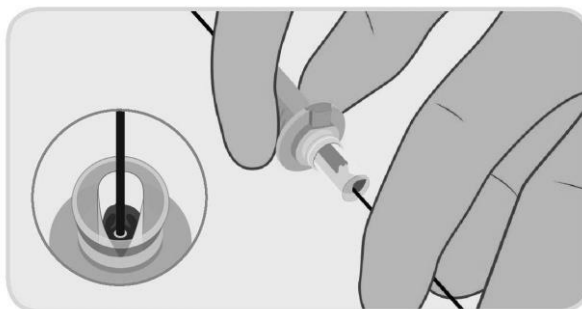

Figure 7. Chargement du guide dans la canule du dispositif
- a. Durant l'insertion, lubrifier le guide à l'aide de solution saline non héparinée. Insérer le guide dans l'implant au sein de la canule de chargement (Figure 7). Continuer à insérer le guide jusqu'à ce qu'il ressorte à l'arrière du manche du dispositif de fermeture PerQseal+. Maintenir la gaine d'introduction PerQseal+ à un angle peu prononcé par rapport à l'axe longitudinal de l'artère (20°, par exemple) et maintenir la gaine d'introduction le plus droit possible afin d'éviter les plis.
Remarque 2 : Lors de l'insertion, saisir uniquement la partie arrière de la canule de chargement, comme indiqué à la Figure 7.